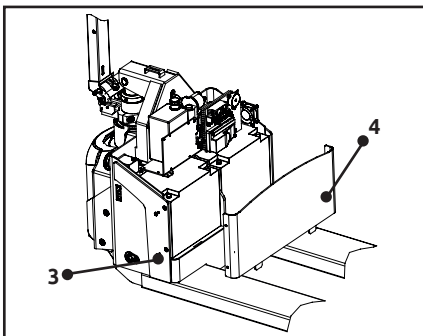

Figura 7
- ③ Aliviar o parafuso 3 e retirar a cobertura traseira 4. (Figura 7).